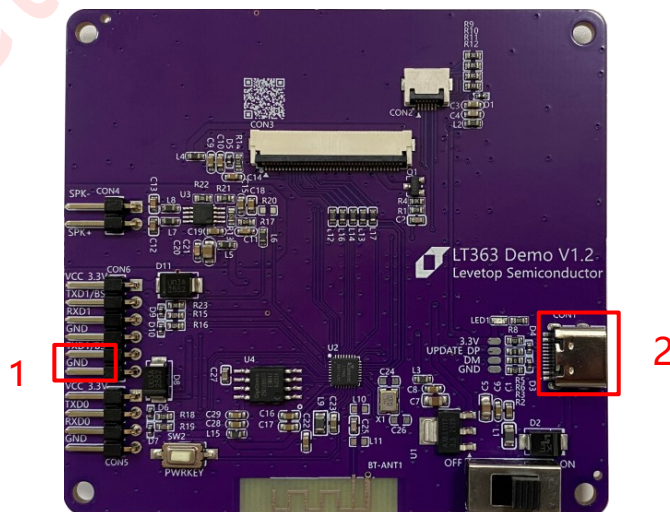

图 2-7：LT363 接线示意图
1、接线说明，如前面图 2-7 所示，进行烧录前，**先将标注 1 处的 (TX1) busy 引脚和 GND 相连，通过标注 2 处 USB 口供电并进行烧录。**